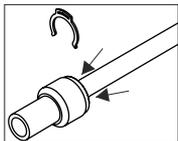

Рис. 2
- 2) Дожать симметрично фланец быстроразъемной муфты и вынуть шланг (рис. 2).